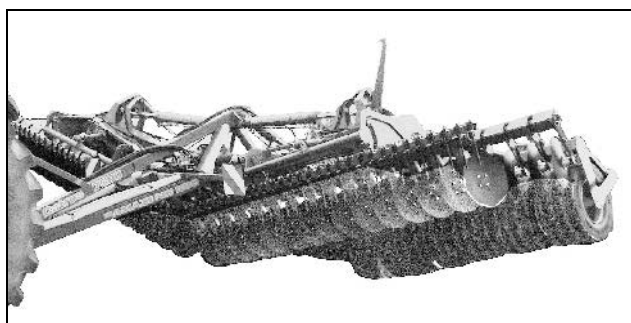

Fig. 22
- Redskabet klappes ind. (Fig. 22)